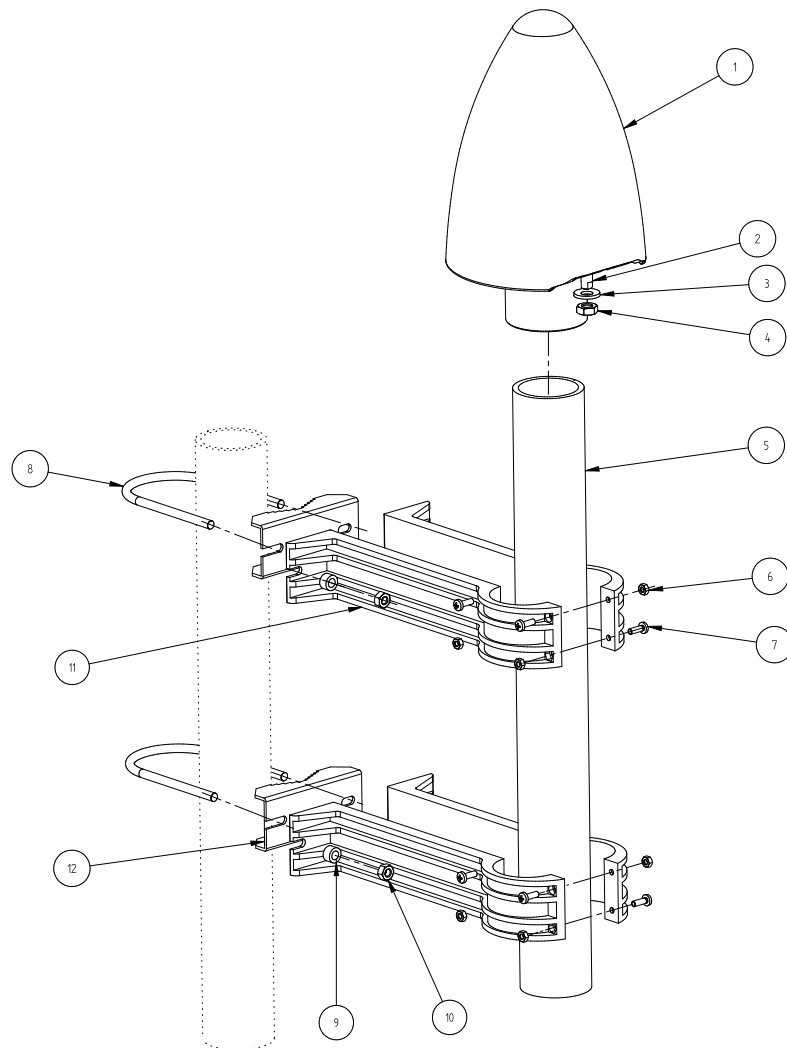
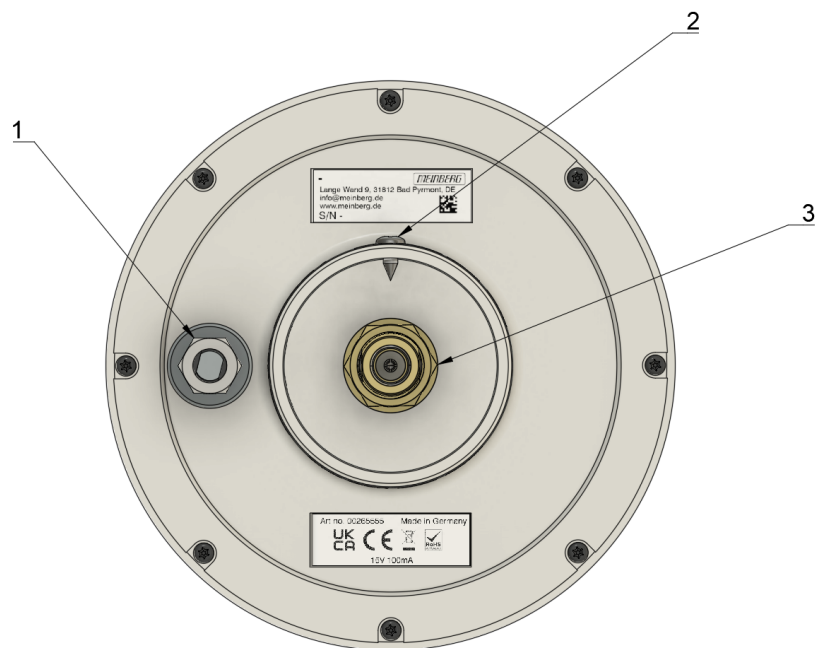

Abbildung 8.4: Montage einer Meinberg GNSS-Antenne an einem Mast
Abbildung 8.5: Unterseite GPSANTv2
■ Abb. 8.4 stellt die Montage einer Meinberg GNSS-Antenne an einem Mast dar.
1. Legen Sie das Antennenrohr (Pos. 5 in ■ Abb. 8.4) in die dafür vorgesehenen Wölbungen der beiden Paare der Antennenrohr-Halter (Pos. 11). Befestigen Sie das Antennenrohr in jeder der beiden Antennenrohr-Halter, mit vier M4x12-Linsenkopf Kreuzschlitz (Pos. 7) und den entsprechenden M4-Sechskantmutter (Pos. 6). Um sicherzustellen, dass das Antennenrohr (Pos. 5) so sicher wie möglich sitzt, sollten die oberen und unteren M4x12-Schrauben (Pos. 7) in jedem der beiden Antennenrohr-Halter aus entgegengesetzten Richtungen eingesetzt werden, wie in ■ Abb. 8.4 gezeigt.
4. Führen Sie das eine Ende des Antennenkabels (N-Norm-Stecker) von unten durch das Antennenrohr (Pos. 5 in Abb. 8.4) sodass ca. 60 cm herausstehen. Schrauben Sie den N-Norm-Stecker mit dem notwendigen Anzugsdrehmoment von 1 Nm, auf die N-Norm-Buchse der Antenne (Pos. 3 in Abb. 8.5)
5. Setzen Sie die Antenne bis zum Anschlag auf das Antennenrohr. Schrauben Sie nun die Blechschraube (Pos. 2 in Abb. 8.5) im Sockel mit einem geeigneten Schraubendreher (Kreuzschlitz) fest und fixieren so die Antenne (Pos. 1 in Abb. 8.4) am Antennenrohr (Pos. 5 in Abb. 8.4).